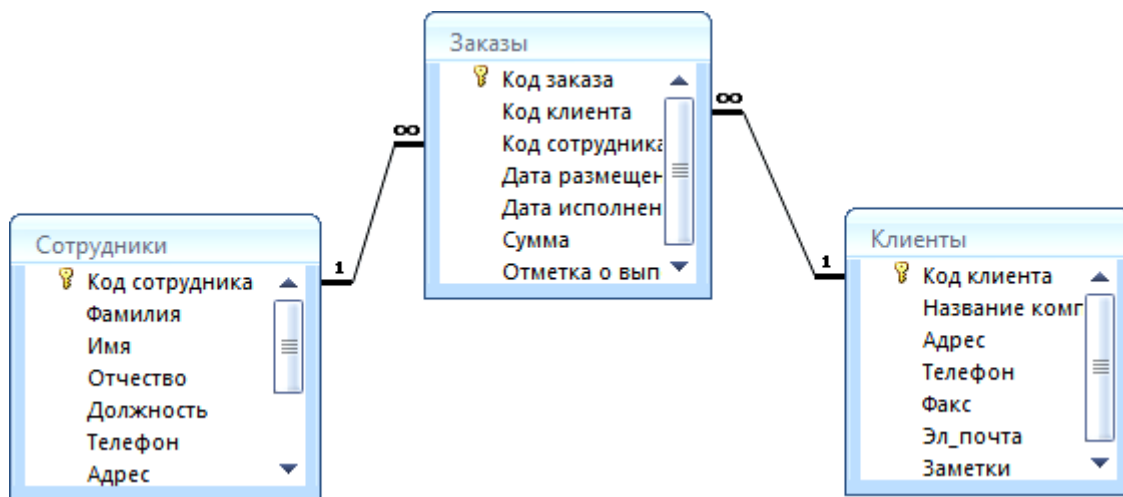

Рис. 2. Схема данных
31. В результате должна получиться схема данных, представленная на рис. 2.